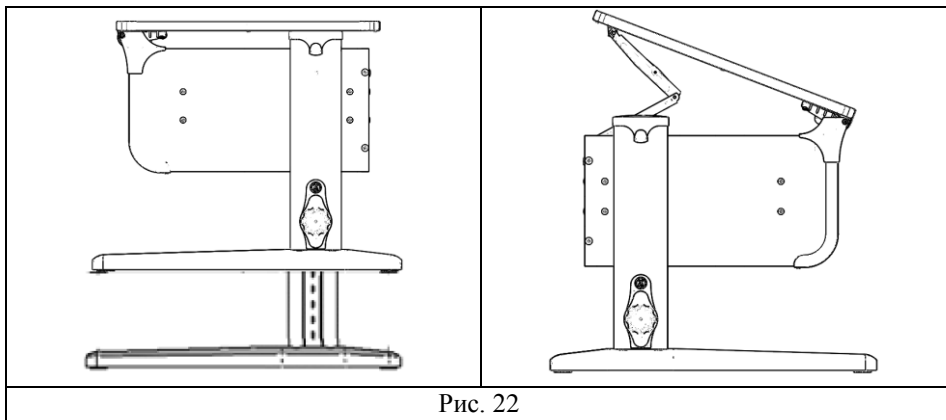

Рис. 22
7.2. Для удобства эксплуатации потребителями различных возрастных групп стол имеет возможность ступенчатой регулировки столешницы по высоте и углу наклона см. рис. 22.